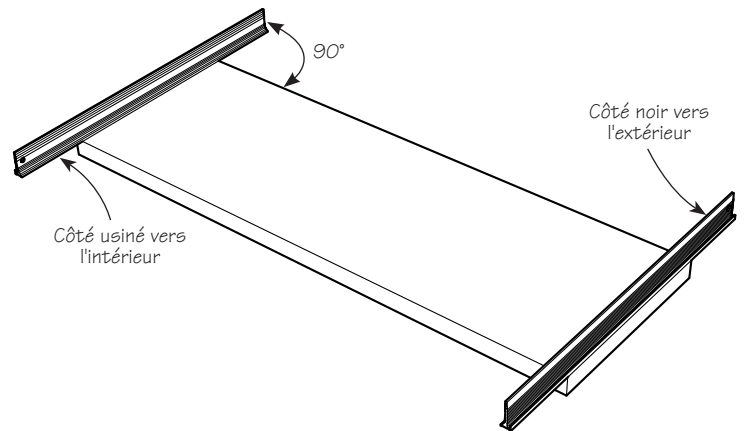
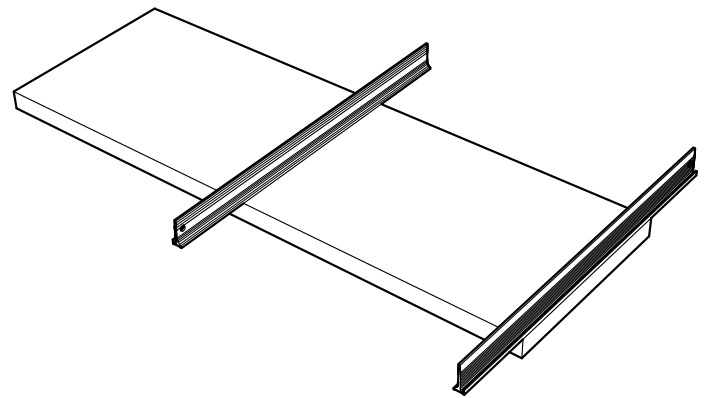

Figure 1 : Installation des deux réglets sur la pièce.
Figure 2 : Vérification du gauchissement au milieu de la pièce.
1. Placer les deux réglets comme illustré sur la **figure 1**, en mettant les côtés usinés vers l'intérieur. Les règles doivent faire un angle de 90° avec le côté de la planche. On place généralement les deux réglets à chaque extrémité de la pièce. Toutefois, vous pouvez aussi déplacer l'un des réglets de façon à détecter un éventuel gauchissement à d'autres endroits sur la longueur de la pièce (**figure 2**).